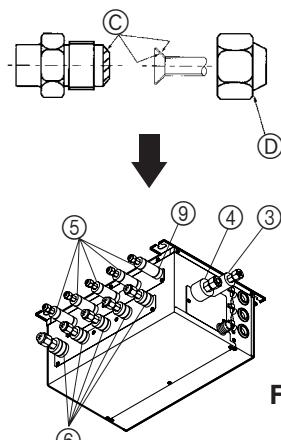

Fig. 7-2
⑤ Aplique aceite de refrigeración a la totalidad de la superficie abocardada (Fig. 7-2).
⑥ Básicamente, utilice tuercas abocardadas que se puedan adaptar (las tuercas abocardadas comercialmente disponibles pueden resquebrajarse).